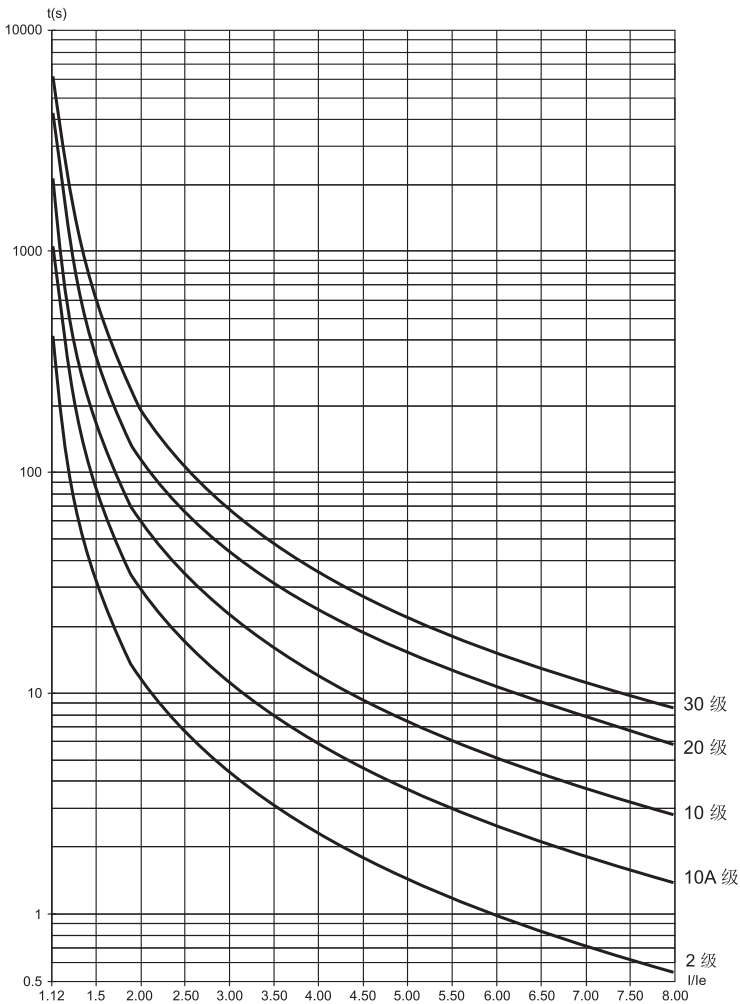

图4.1 电机热保护曲线（热态）
**F12 过载保护等级** 可设定范围：0：2级；1：10A级；2：10级（标准应用）；3：20级（重载应用）；4：30级（超重载应用）设置软起动器对电动机的热过载保护级别。具体曲线请查看第23页图4.1的过载保护。
8) 运行过载保护时间：以代码F07和F19设定值为基准，按IEC60947-4-2标准曲线做反时限热保护，如图4.1: